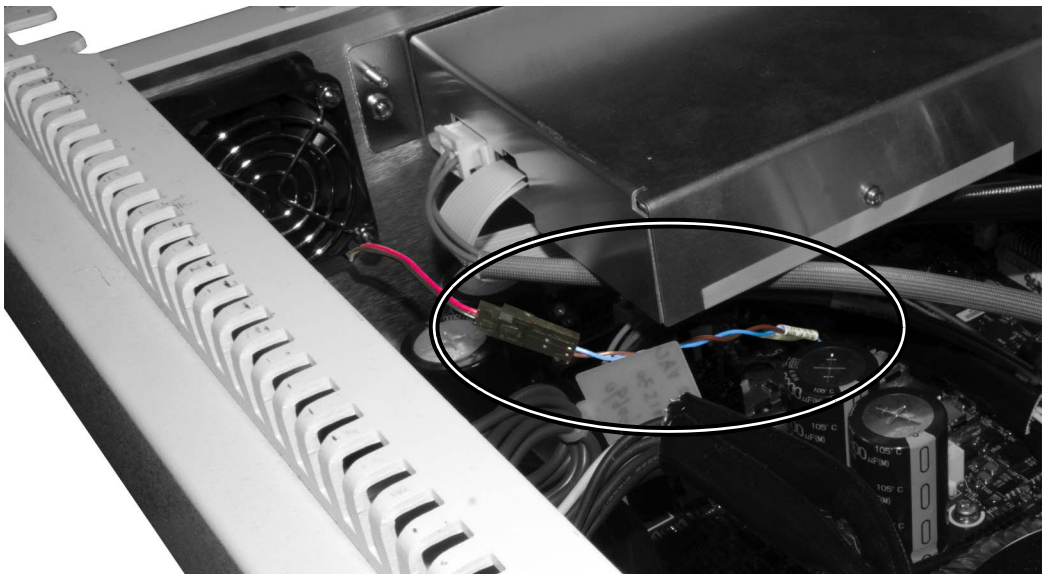

図 34 ケーブル G4529-60535 をメインフレームから取り外す
- 2 ケーブル G4529-60535 をメインフレームの内側から取り外します (図 34)。